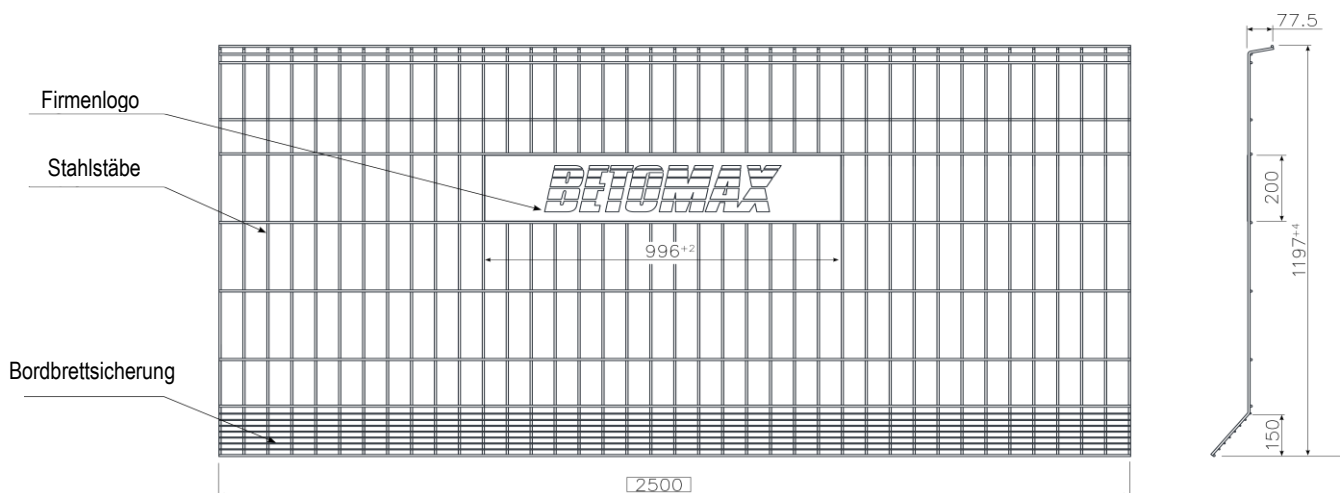

Abb. 34 Schutzgitter 2500
1.3.32. Schutzgitter 2500 (Abb. 34)